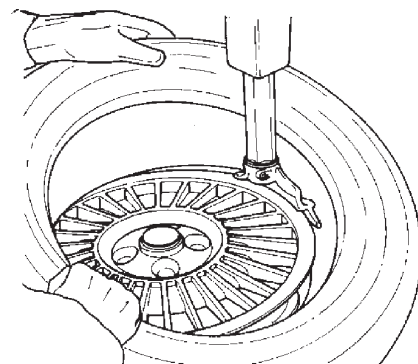

Fig. 4.2-3
B. Bloquer la jante sur l'autocentreur et la tourner pour avoir la vanne sur 2h. Mettre le pneu sur la jante. Approcher le bras déporté et mettre l'outil en position de travail. Engager le talon inférieur AU-DESSUS de l'ailette de montage et EN-DESSOUS de la languette de l'outil (Fig. 4.2-3). Faire tourner l'autocentreur dans le sens des aiguilles d'une montre (pressé le pédale à la droite) et pousser le talon dans le creux en position opposée à l'outil (Fig.4.2-3).